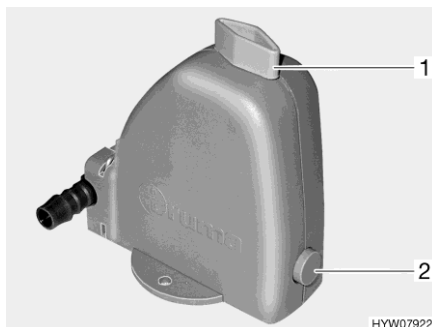

Bild 53 Säkerhets-/avtappningsventil
Värmesystemet är utrustat med en säkerhets-/avtappningsventil (Bild 53). Säkerhets-/avtappningsventilen gör så att vattnet i varmvattenberedningen inte fryser till is när det är frost och värmesystemet inte är påslagen.
- Stäng säkerhets-/avtappningsventilen. Ställ vredet (Bild 53,1) diagonalt mot säkerhets-/avtappningsventilen och tryck in tryckknappen (Bild 53,2).
- Öppna säkerhets-/avtappningsventil. Vrid då vredet (Bild 53,1) mot säkerhets-/avtappningsventilen. Tryckknappen (Bild 53,2) skjuts ut. Nu töms varmvattentanken via säkerhets-/avtappningsventilen utomhus.